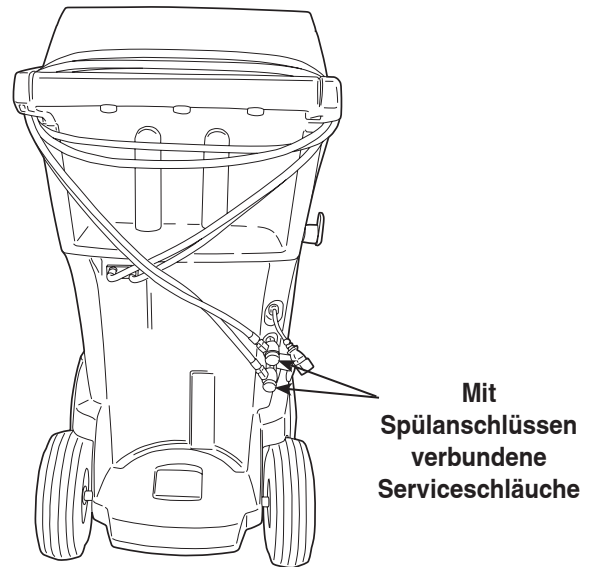

Abbildung 3
1. Bei entsprechender Aufforderung die Serviceschläuche des Gerätes mit ihren jeweiligen Spülanschlüssen verbinden (siehe Abbildung 3).